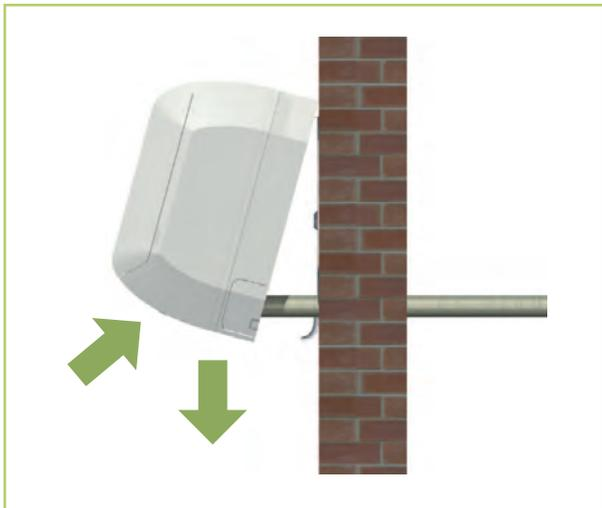

Abb. 21: Waagerechte Ausrichtung
5. ▶ Überprüfen Sie nochmals die waagerechte Ausrichtung des Gerätes. (Abb. 21)